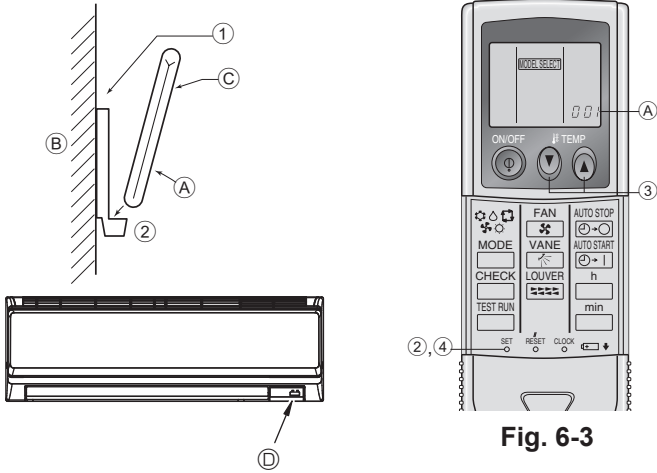

Fig. 6-2
2) Metodo di installazione (Fig. 6-2)
① Attaccare il supporto del comando a distanza nel punto desiderato usando due viti autofilettanti.
② Inserire l'estremità inferiore del comando a distanza nel supporto.